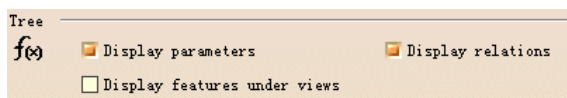

图 6-34
(4) Tree (历史树) 选项组 (如图 6-34 所示)